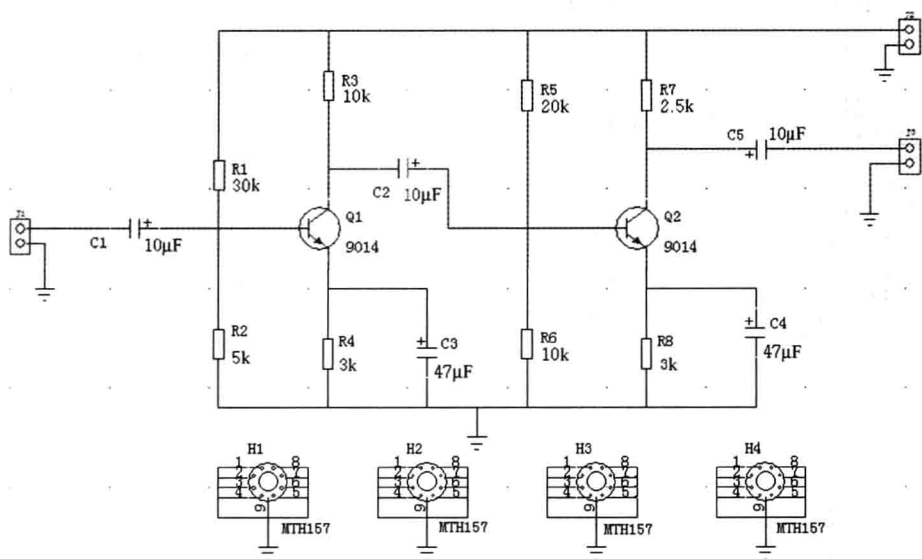
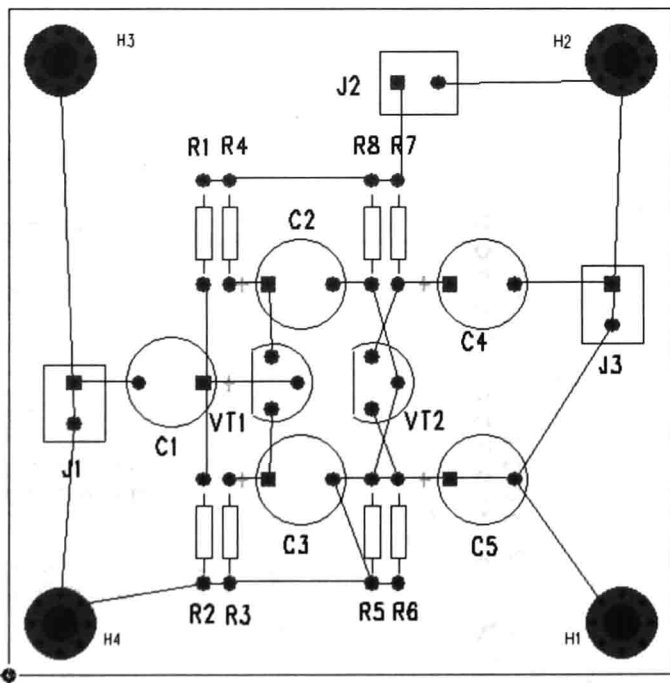

图 5-90 多管放大电路原理图
图 5-91 多管放大电路 PCB
(1) 绘制图 5-90 和图 5-91 所示的多管放大电路的原理图和 PCB 图。